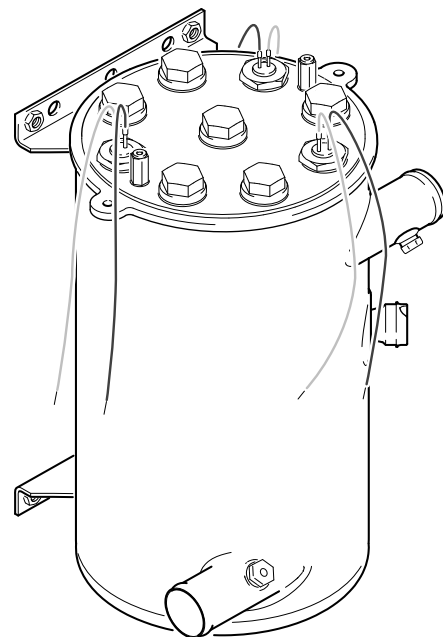

Abb. 805
4. Wärmeübertrager senkrecht hinstellen (siehe Abb. 805).